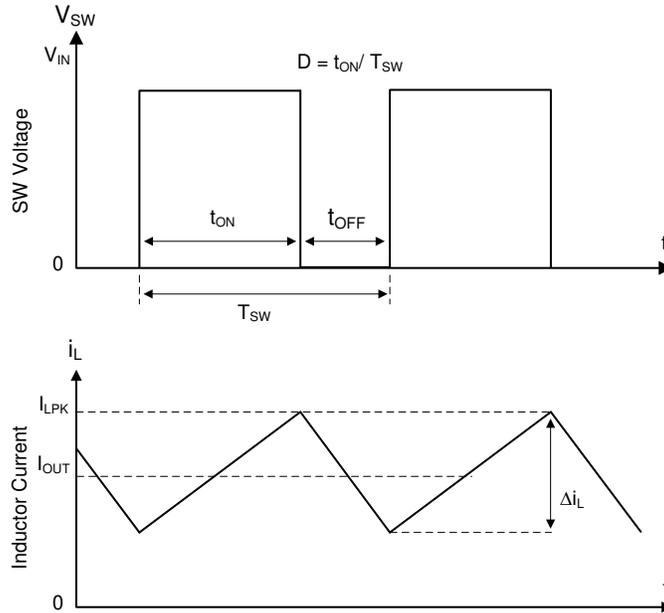

图 6-1. 连续导通模式 (CCM) 下的 SW 节点和电感器电流波形
TPSM843521 的以下运行说明涉及功能方框图和图 6-1 中的波形。TPSM843521 是一款同步降压转换器，具有集成式高侧 (HS) 和低侧 (LS) MOSFET (同步整流器)。TPSM843521 通过使用受控的占空比打开高侧和低侧 NMOS 开关来提供稳定的输出电压。高侧开关导通期间，SW 引脚电压上升至约 V_{IN} ，电感器电流 i_L 以线性斜率 $(V_{IN} - V_{OUT})/L$ 增加。当高侧开关被控制逻辑断开时，低侧开关在经过反击穿死区时间后将会导通。电感电流通过低侧开关以斜率 $-V_{OUT}/L$ 放电。降压转换器的控制参数为占空比 $D = t_{ON}/t_{SW}$ ，其中 t_{ON} 是高侧开关导通时间， t_{SW} 是开关周期。转换器控制环路通过调整占空比 D 来维持恒定的输出电压。在可忽略损耗的理想降压转换器中， D 与输出电压成正比，与输入电压成反比： $D = V_{OUT}/V_{IN}$ 。